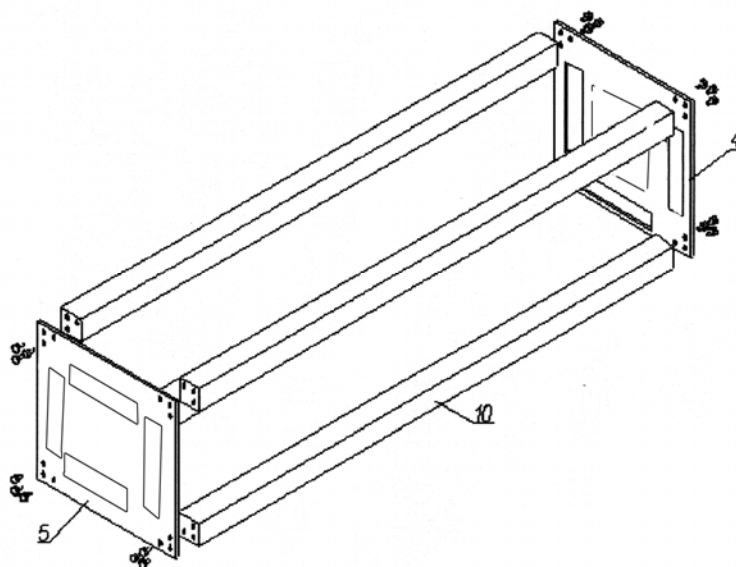

Рис. 2
4.1.2. Соедините основание (поз.5) и крышку вентиляционную (поз. 4) двумя стойками (поз.10) с помощью самонарезающих болтов с буром М 6,3 х 38 и шайбами Ø6 х 25 как показано на рис.2. Переверните собранную конструкцию и повторите ранее выполненную операцию. Самонарезающие болты завинтите шуруповертом и затяните усилием ~ 20 Нм.